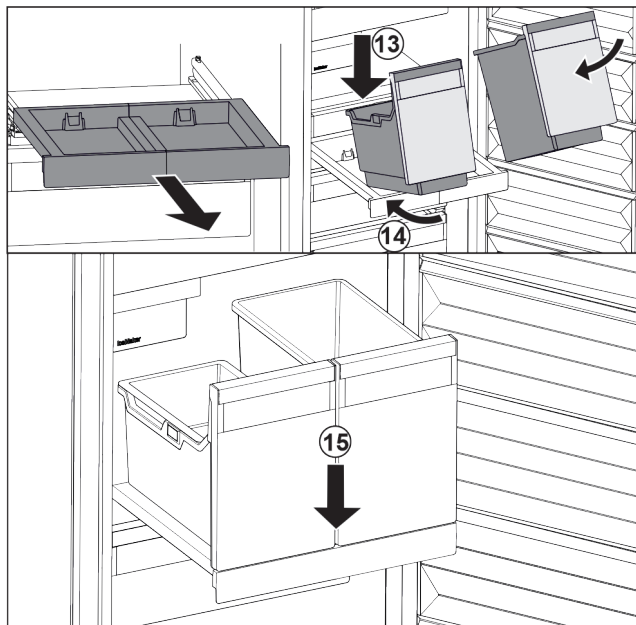

Fig. 175
- ▶ Nasadte nádobu šikmo na vysouvací desku. Fig. 175 (13)
- ▶ Zasuňte nádobu šikmo dozadu. Fig. 175 (14)
- ▶ Usadte vpředu nádobu. Fig. 175 (15)